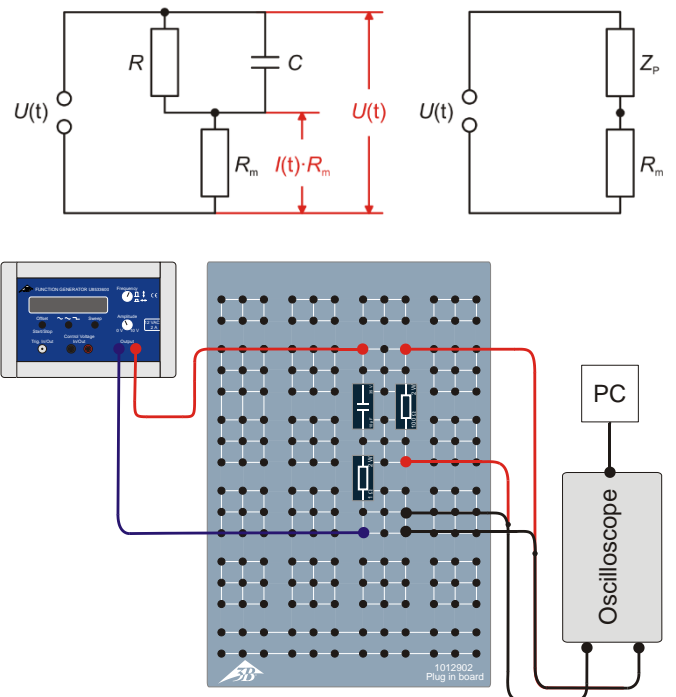

Fig. 3: Schéma de couplage (en haut à gauche), schéma équivalent (en haut à droite) et schéma du montage (en bas) pour le circuit parallèle.
- Réaliser l'agencement de mesure pour le circuit parallèle (Fig. 1, à droite) conformément au schéma de couplage (Fig. 3) avec $R_m = 1 \Omega$, $R = 100 \Omega$ et $C = 10 \mu\text{F}$.